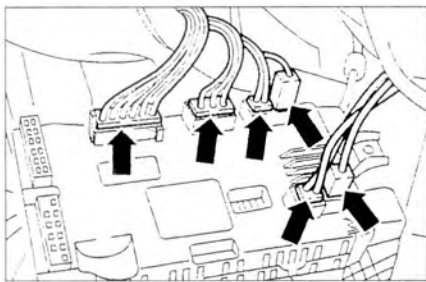

Рис. 10.26. Отсоедините разъемы проводки (стрелки).
7. Отсоедините разъемы проводки (стрелки) (рис. 10.26).